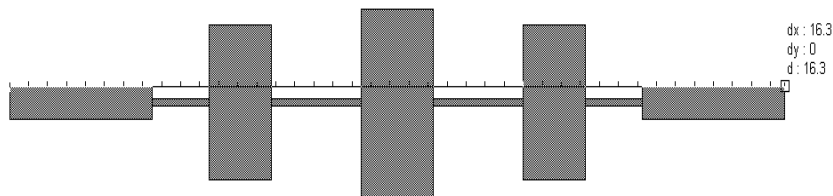

Рис. 3.195
13. Сделайте активным окно схемы **Fn** и щёлкните по значку **New Schematic Layout View** на панели инструментов. Топология схемы показана на рис. 3.195. Щёлкнув по значку **Measure** на панели инструментов, определим длину топологии 16.3 мм.